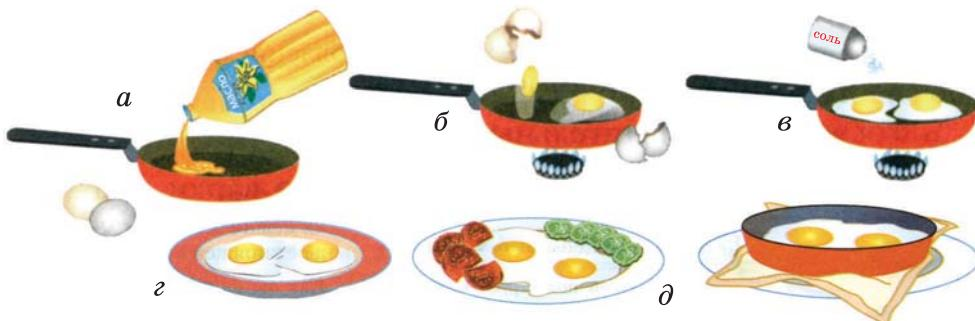

Рис. 4. Последовательность приготовления яичницы-глазуни
2. Разогрейте на сковороде масло и, не нарушая целостности желтка, вылейте яйцо на сковороду (рис. 4, а, б).
3. Посолите и поджарьте яйца в течение 2–3 мин. Как только белок побелеет, снимите сковороду с огня (рис. 4, в).
4. Готовую яичницу переложите на тарелку, украсьте хорошо промытой зеленью петрушки, укропа. К яичнице можно подать свежие огурцы и помидоры. Если яичница была приготовлена в порционной сковороде, то ее можно поставить на закусочную тарелку, подложив бумажную салфетку (рис. 4, г, д).